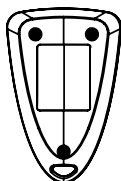

Abbildung 16. Batterieabdeckung
1. Öffnen Sie die Abdeckung des Batteriefachs, indem Sie die 3 Schrauben an der Rückseite des Sendergehäuses herausschrauben (siehe Abb. 16).